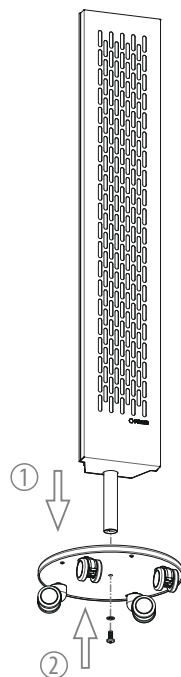

Рисунок 4. Монтаж обогревателя на основание
6.5. Выверните на основании центральный винт, установите стойку с обогревателем на основание и закрепите ее с помощью шайбы и винта (см. Рис. 4).